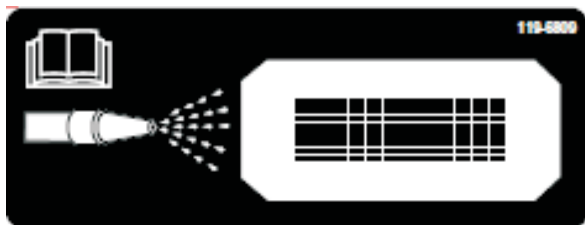
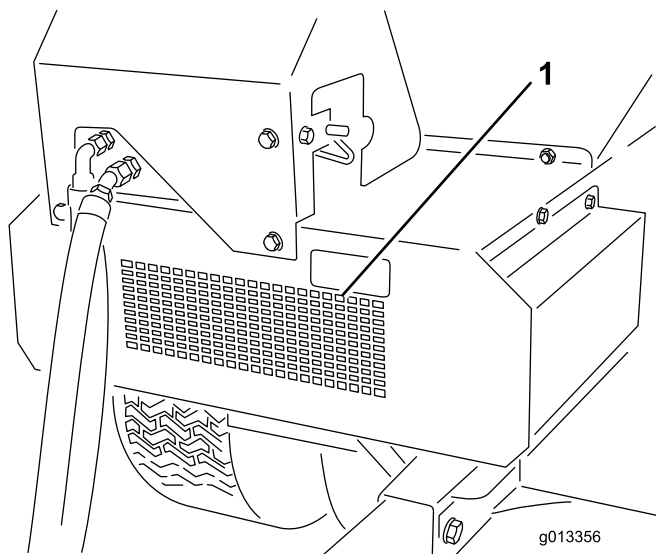

Figura 51
Figura 52
10. Localice la pegatina de limpieza de la parte delantera de la ProPass (Figura 51), y, con una manguera de jardín, pulverice a través de la rejilla delantera hasta eliminar cualquier resto de material del suelo interior (Figura 52).